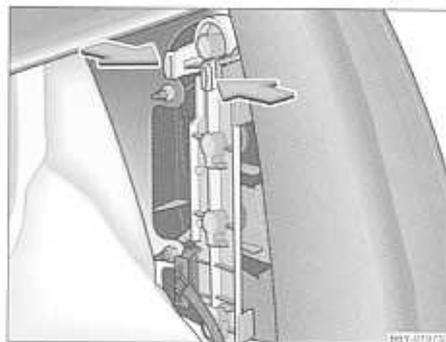

Fig. 165 Desmontar el portalámparas
- Presionar las pestañas de sujeción en la parte superior del portalámparas en el sentido de la flecha y sacar el portalámparas → fig. 165.